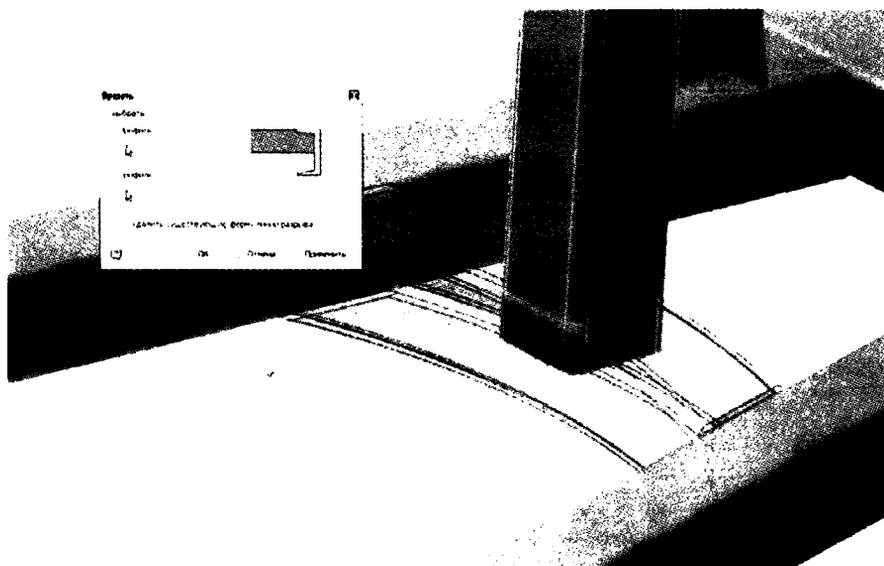

Рис. 11.10. Врезание будет обновлено после любых изменений геометрии
3. Щелкните желтую деталь сначала, затем красную для обрезки профиля, как показано на рис. 11.10.